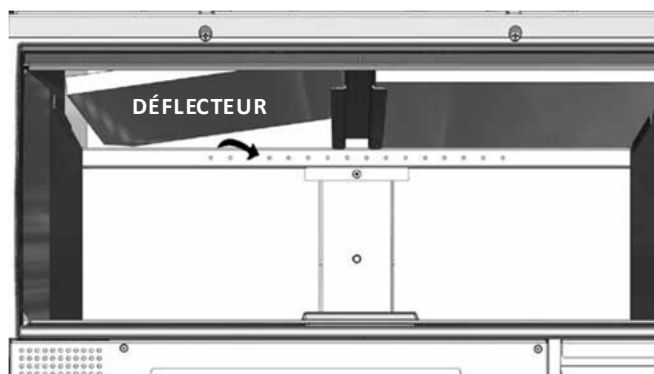

FIG. 7 - Nature 100
**Modèle Nature 100:** glissez le déflecteur vers le haut de la zone centrale tel qu'il est montré sur le schéma. Soulevez davantage un des côtés jusqu'à pouvoir le descendre entre les deux plaques d'appui et sortez-le du foyer. Faites-le avec précaution car la vermiculite est fragile (Fig. 7).